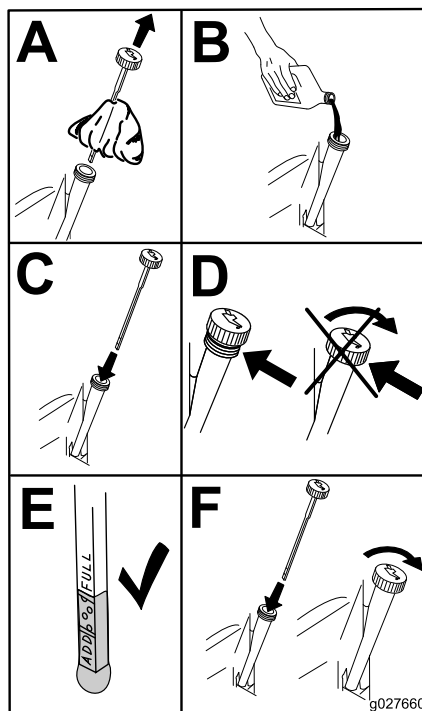

Figura 54
- Deite cerca de 80% do óleo especificado no tubo de enchimento e adicione lentamente o óleo adicional para atingir a marca **Cheio** (Figura 54).